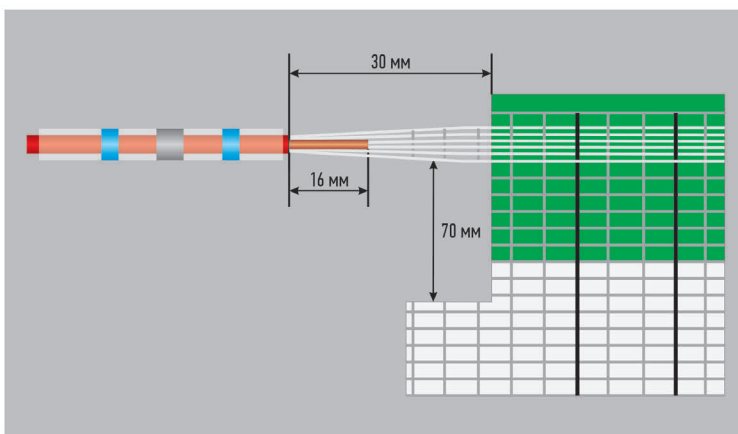

Рис. 9
5.4.15. Наденьте соединительную гильзу на провод. Оберните зачищенный медный провод серебристой шиной (см. рис.9).